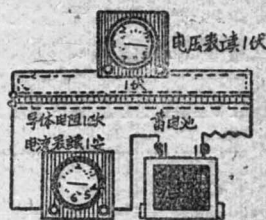

图13 1伏电压使1安培电流通过1欧姆电阻的简单电路
⑥电阻：电路加上了电压，就可以推动电流的流动，但是当—个电路中有了电阻时，就可以对电流发生阻止的作用。这种电阻是那里来的呢？这是通导体固有的特性，所以电阻的大小是随导体的物质而不同的。电路里的电阻愈高，电流将是愈小，反过来，当电路里电阻愈小时，电流将是愈大。根据实验证明，这两者之间的关系是反比例。各种物质都有电阻，只是量有大小区别，并没有纯粹无电阻的东西。在一般的电路中，是不希望有电阻存在的，应该把电阻减至最低的程度。但是在有些场合，电阻的存在是有一定的作用的，并且对电阻的数值，亦有一定的要求，这时就需要在电路的指定地点加入一个电阻较高的电阻器。电阻的实用单位是欧姆，简写作欧。上节关于伏特的定义中，已说明了1欧姆的意义。图13更表明了这种关系：图中蓄电池与1欧姆的导体组成了一个完全的电路，蓄电池供应了适当的电压，必然的推动了电流，这里用电流表测量电路中的电流，所以电流表一定要串联在电路中，电压表测量二点间的电位差额，所以它不能象电流表串联在电路中，而须将二端跨接在产生电位差的二点间，象图中所示。这种接电表的方式很重要，绝对不可弄错，否则电表就要损坏的。电阻的数值大小差别很大，可以自不足1欧至百万欧以上。
⑦决定电阻大小的因素，比电阻：电阻是导体的基本特性，这点已经说过，现在为了对电阻的意义更明瞭起见，不妨深入地研究一下，决定导体电阻的大小主要的有三项，就是：①长度，②物质和③截面积。